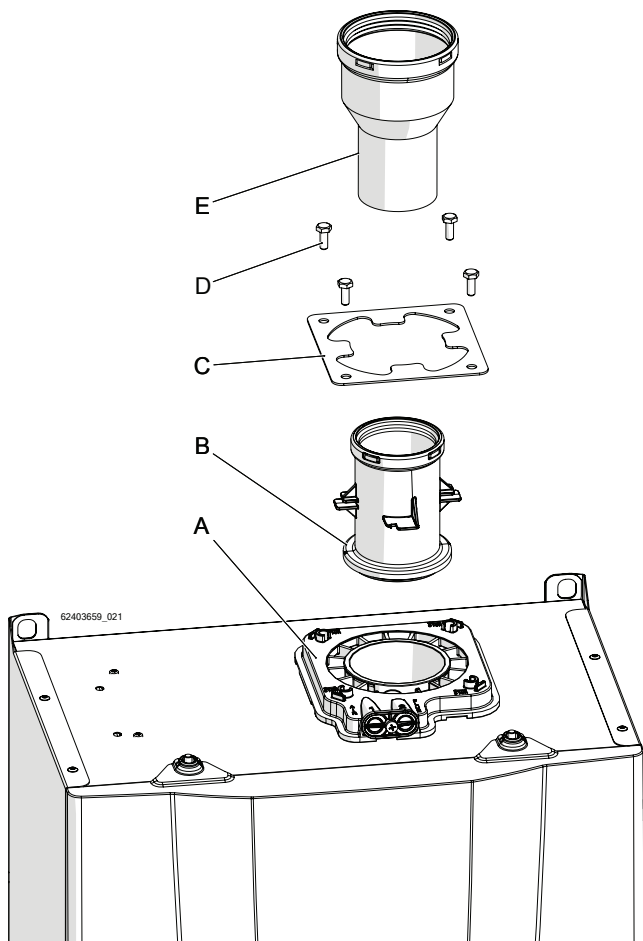

Figure 5-37 - Installation du système simple
**ATTENTION !!!** Avec ce kit d'évacuation, l'appareil aspire l'air comburant du lieu d'installation. Lire et suivre les précautions indiquées au Chapitre 5.16.1. L'appareil en version standard est fourni sans raccords pour la connexion avec l'évacuation des fumées. Pour le raccorder à un système « Simple 80PP », il faut utiliser le kit spécifique et l'installer comme sur la Figure 5-37, en opérant de cette manière :